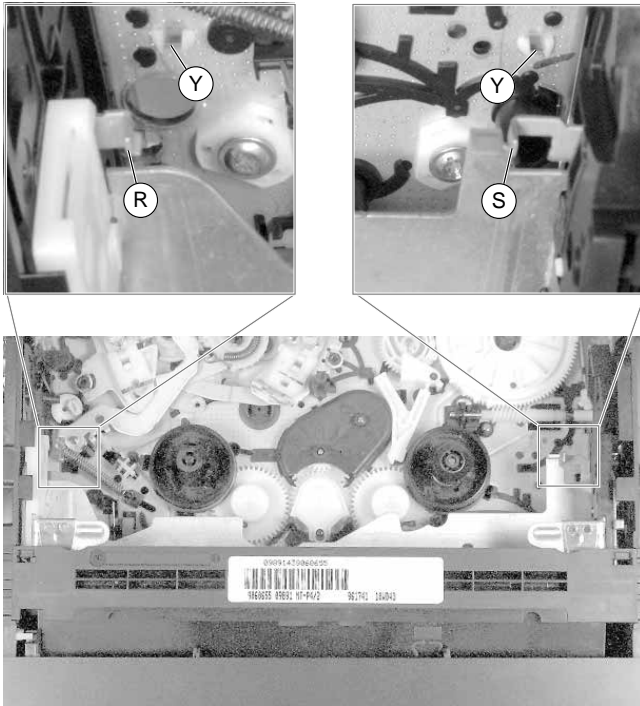
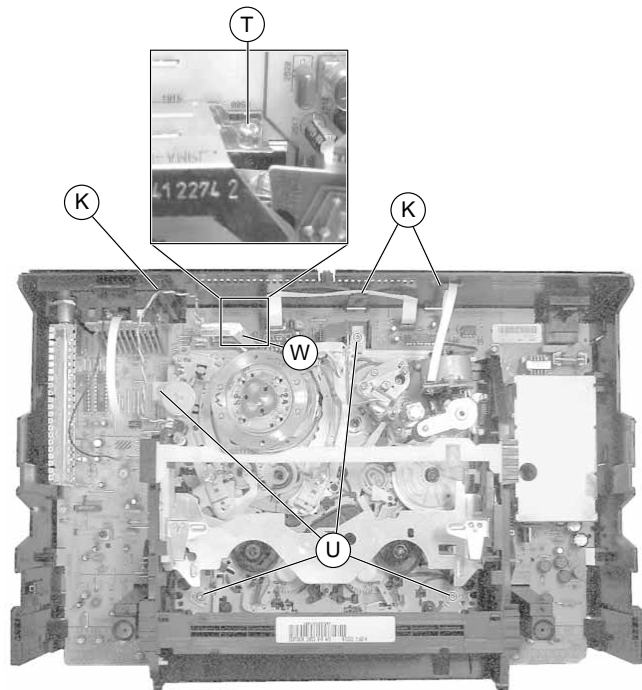

Fig. 5
Fig. 6
- Défaire les verrous (R) et (S) du logement de cassette (Fig. 5) et pousser celui-ci suffisamment vers l'intérieur pour rendre les 2 vis de devant (U) accessibles (Fig. 6).
- Dévisser les 4 vis (U) (Fig. 6).
- Retirer les 3 câbles (K) (Fig. 6) de leurs supports du dos de l'appareil et les déposer.
- Release the locks (R) and (S) (Fig. 5) of the cassette compartment and move it inwards to gain access to the two front screws (U) (Fig. 6).
- Undo the 4 screws (U) (Fig. 6).
- Release the 3 cables (K) (Fig. 6) from their holders on the rear side of the cabinet so that they are free.
- Revisser les 4 vis (U) (Fig. 6).
- Remettre les câbles (K) (Fig. 6) dans les supports du dos de l'appareil.
- Défaire les verrous (R) et (S) (Fig. 5) du logement de cassette et pousser celui-ci suffisamment vers l'intérieur pour rendre les vis (U) accessibles (Fig. 6).
- Dévisser les 4 vis (U) et la vis de masse (T) (accessible par le perçage du dos de l'appareil) (Fig. 6).
- Courber la tôle de protection (W) vers l'arrière (Fig. 6).
- Décrocher les ergots (Y) (Fig. 5) et retirer la platine mécanique du magnétoscope.
- Après le remontage de la platine mécanique il y a lieu de rétablir la liaison de masse entre le C.I. principal et la mécanique en revisant la vis de masse (T) (Fig. 6).
- Tighten the 4 screws (U) (Fig. 6).
- Fasten the cables (K) (Fig. 6) with the holders on the rear side of the cabinet.
- Release the locks (R) and (S) (Fig. 5) of the cassette compartment and move it inwards to gain access to the screws (U) (Fig. 6).
- Undo the 4 screws (U) and the earthing screw (T) (accessible through the hole of the cabinet rear side) (Fig. 6).
- Push the shielding plate (W) (Fig. 6) to the rear.
- Disengage the locking lugs (Y) (Fig. 5) and remove the Drive Mechanism.
- After having re-fitted the Drive Mechanism, re-establish the chassis connection between the Family Board and the Drive Mechanism by tightening the earthing screw (T) (Fig. 6).